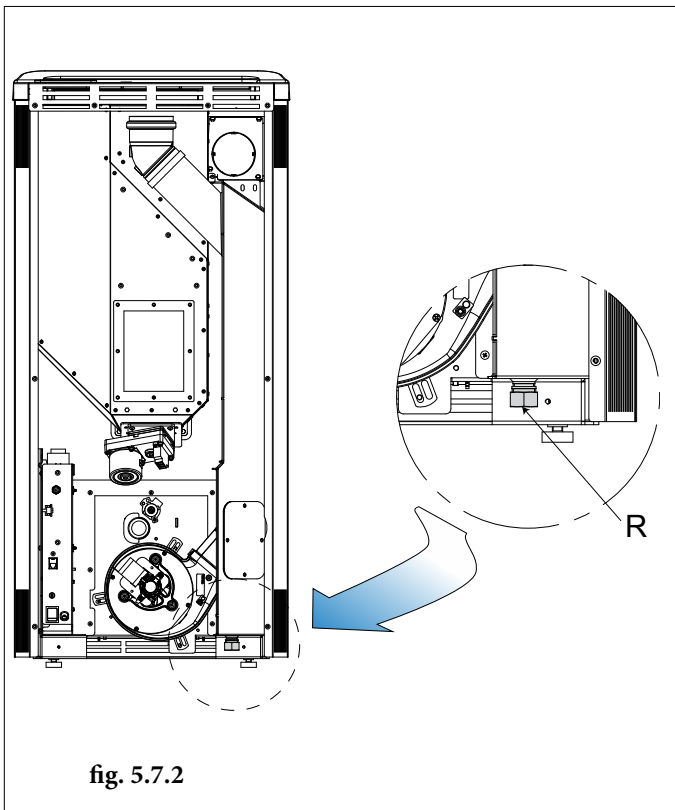

fig. 5.7.2
5.7.2 A livello di ulteriore misura di sicurezza è previsto un raccordo filettato con tappo di chiusura "R", al fine di collegare un tubo di scarico condensa nella remota improbabile eventualità dovesse essere necessario (Fig. 5.7.2).